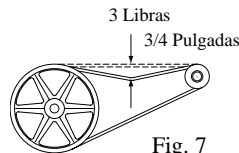

Fig. 7
- **Tensar la correa.** Afloje los pernos del motor y deslice el motor detrás hasta que la correa está tensada correctamente. Una fuerza de 3 libras debe desviar la correa 3/4 pulgadas (véase fig. 7). Reafloje los pernos del motor. **Nunca ajuste la polea para tensar la correa.**